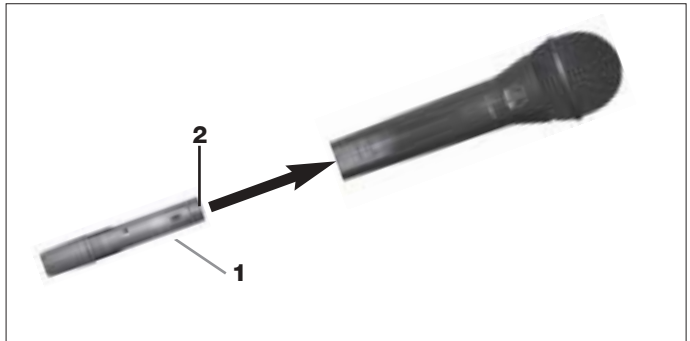

Abb. 6:
- Siehe Abb. 6.
2. Halten Sie das Sendermodul (1) so, dass die Kontakte (2) zum Mikrofon zeigen.
3. Schieben Sie das Sendermodul (1) so weit in den Mikrofonenschaft hinein, bis das Sendermodul (1) hörbar einrastet. Das Sendermodul verriegelt sich automatisch, die elektrischen Kontakte zum Mikrofon werden automatisch hergestellt.